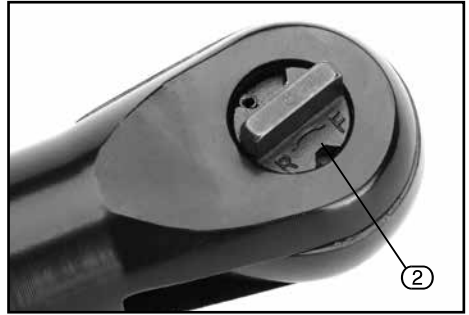

FIG. 1
8.1 FORWARD/REVERSE SELECTION – FIG. 1